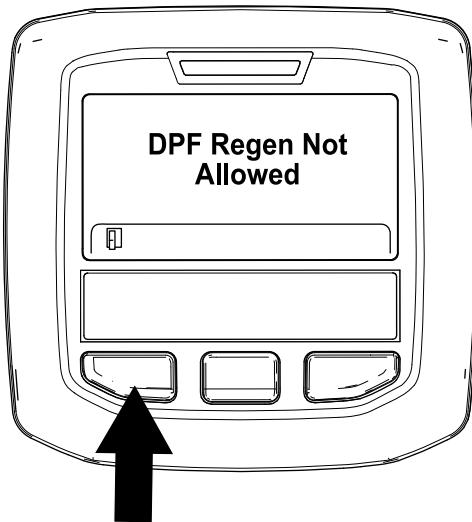

Figura 37
- Se o processo de regeneração não for permitido pelo computador do motor, surge a mensagem “DPF Regen Not Allowed” (Regen. do DPF não autorizada) no InfoCenter (Figura 37). Prima o botão esquerdo para sair para o ecrã inicial.